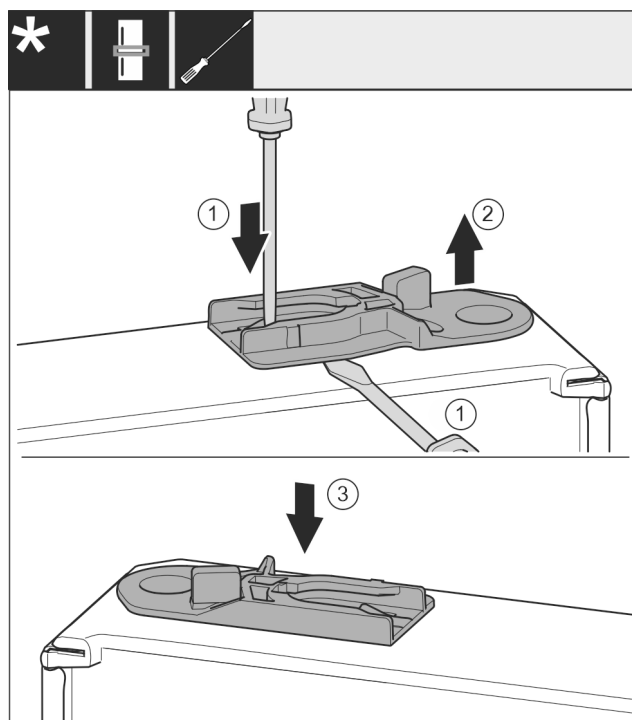

Fig. 38
- Sortir la douille de guidage : Pousser la languette avec un tournevis plat et la faire passer simultanément sous la douille de guidage avec un tournevis plat. *Fig. 38 (1, 2)*
- Pousser la douille de guidage fournie à la livraison de l'autre côté du logement. *Fig. 38 (3)*